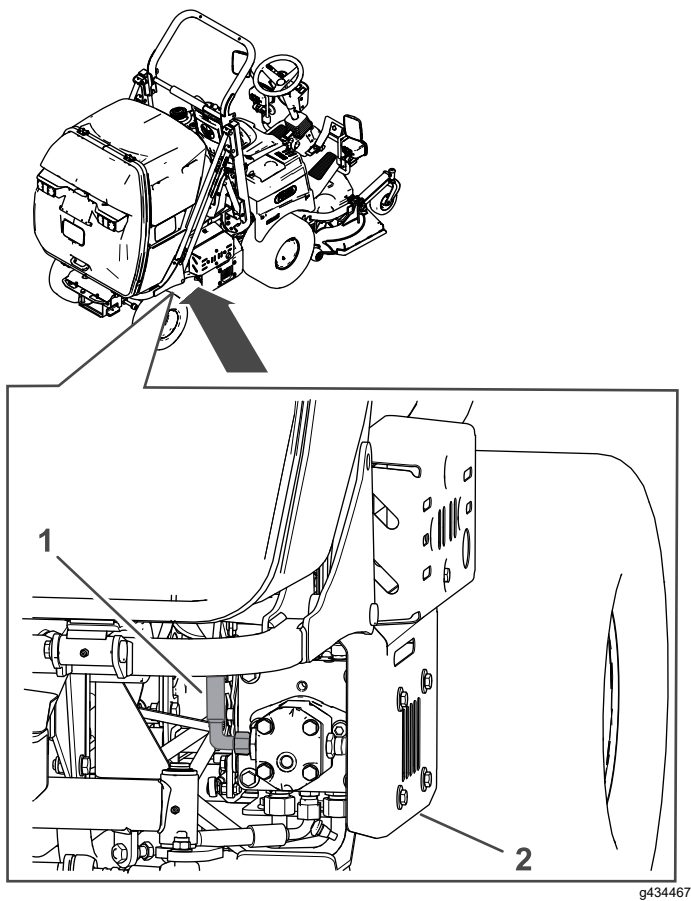

Bild 84
5. Um den Hydrauliktank zu entleeren, entfernen Sie den Deckel und lösen Sie den Hydraulikschlauch an der Seite der Hydraulikpumpe. (Bild 84).